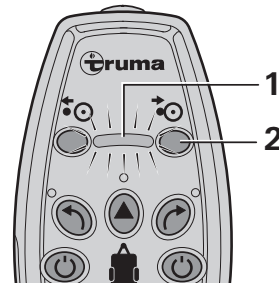

Figura 3
- Premere il tasto (figura 3 - 2) sul telecomando per circa 5 sec. e quindi rilasciarlo. Il rullo di trasmissione si avvicina. Durante il processo, la spia (figura 3 -1) lampeggia.